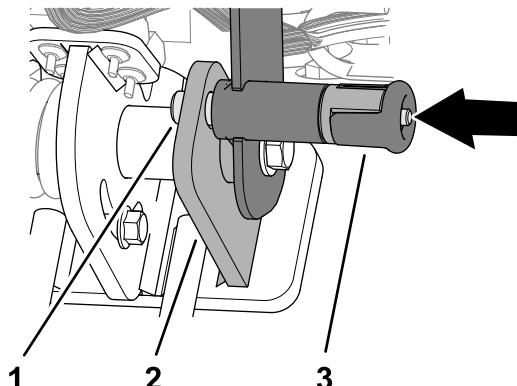

図 6
4. ハンドルバーを上に回し、ハンドルバー ラッチ ピンで固定する **図 6**。